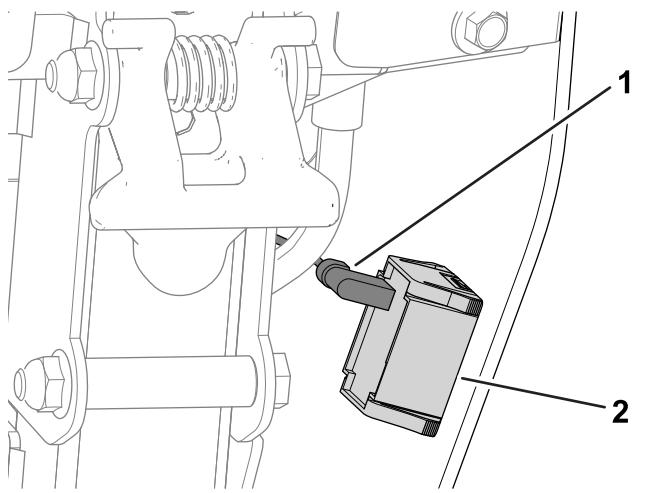

図 1
1. アワーメータに接続されているワイヤハーネスを外す 図 1。